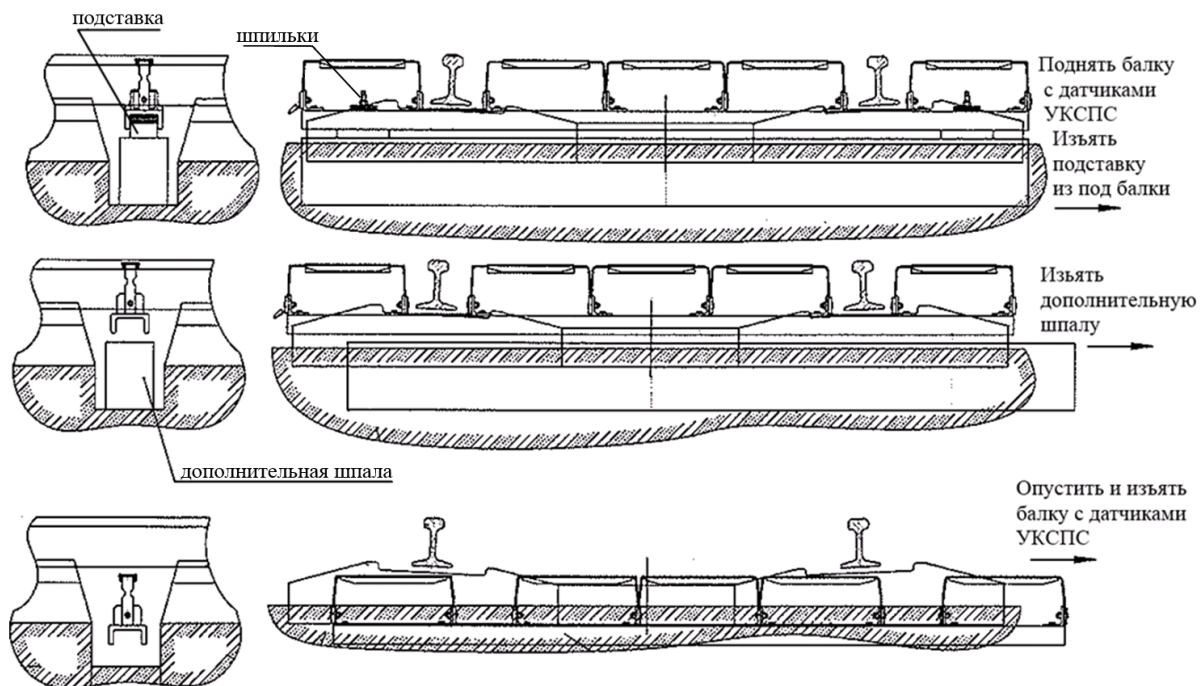

Рис.4. Демонтаж заменяемой балки крепления датчиков УКСПС
- выполнить действия как показано на рис.4.